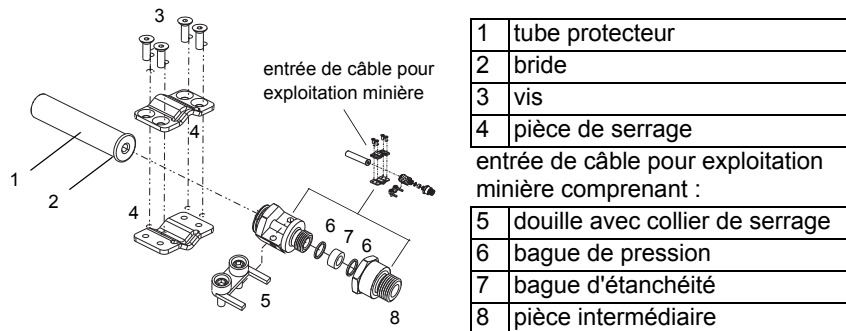

Fig. 8.3: Presse-étoupe M16 pour exploitation minière
- Ouvrez le presse-étoupe pour exploitation minière (voir Fig. 8.3).
- Introduisez l'extrémité du câble de capteur avec les brins dénudés dans le boîtier à travers la bride (2), la douille (5), les bagues de pression (6), la bague d'étanchéité (7) et la pièce intermédiaire (8) (voir Fig. 8.3).
- Enfoncez la bride (2) dans le tube protecteur (1).
- Vissez la pièce intermédiaire (8) dans le boîtier.
- Fixez la douille (5) et la pièce intermédiaire (8) avec le collier de serrage en serrant fermement les vis du collier de serrage.
- Fixez le tube protecteur (1) à l'entrée de câble pour exploitation minière à l'aide de la pièce de serrage (4) en serrant fermement les vis (voir Fig. 8.3).